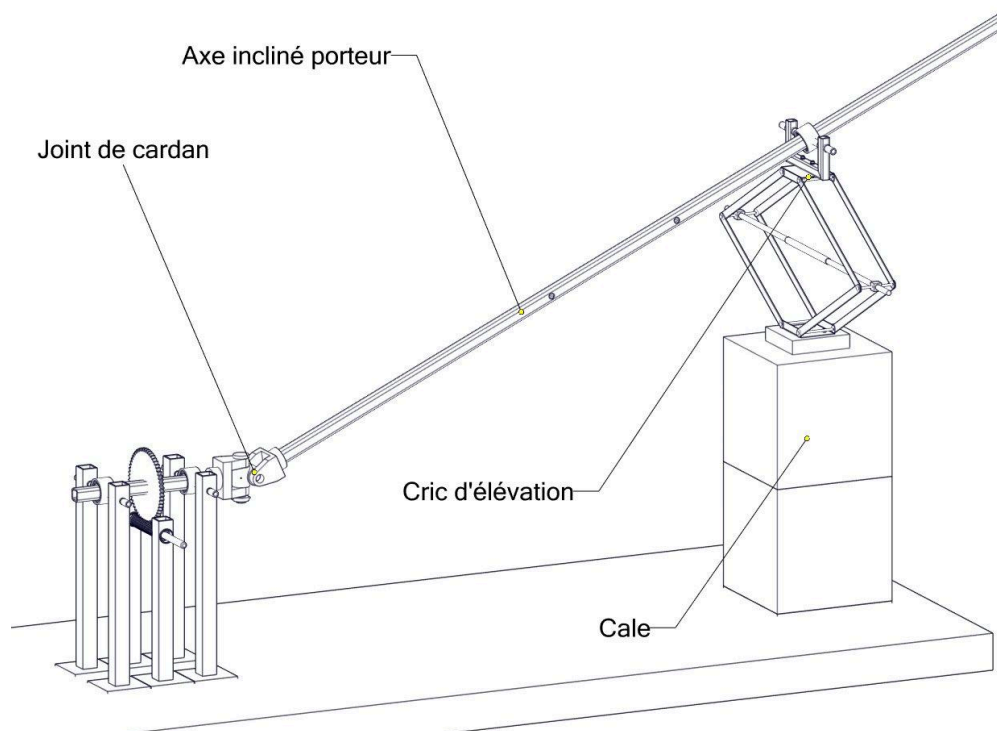

Figure 7 : Cric + cales
3.3. Axe incliné porteur (voir Figure 7)